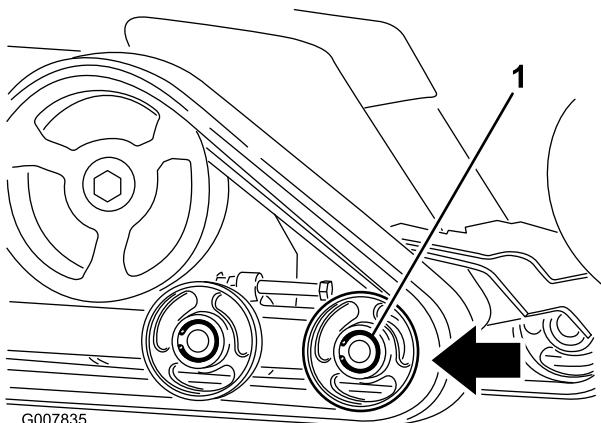

Figura 46
6. Empurre a roda de estrada dianteira para trás o máximo possível (Figura 46).
8. Quando a lagarta estiver fora da roda de estrada, retire-a da máquina (Figura 46).
9. Começando na roda motora de transmissão, enrole a nova lagarta em torno da roda motora, assegurando que as porcas da lagarta se encaixam nos espaçadores da roda motora (Figura 46).
10. Empurre a lagarta para debaixo e para o meio das rodas de estrada traseira e central (Figura 46).